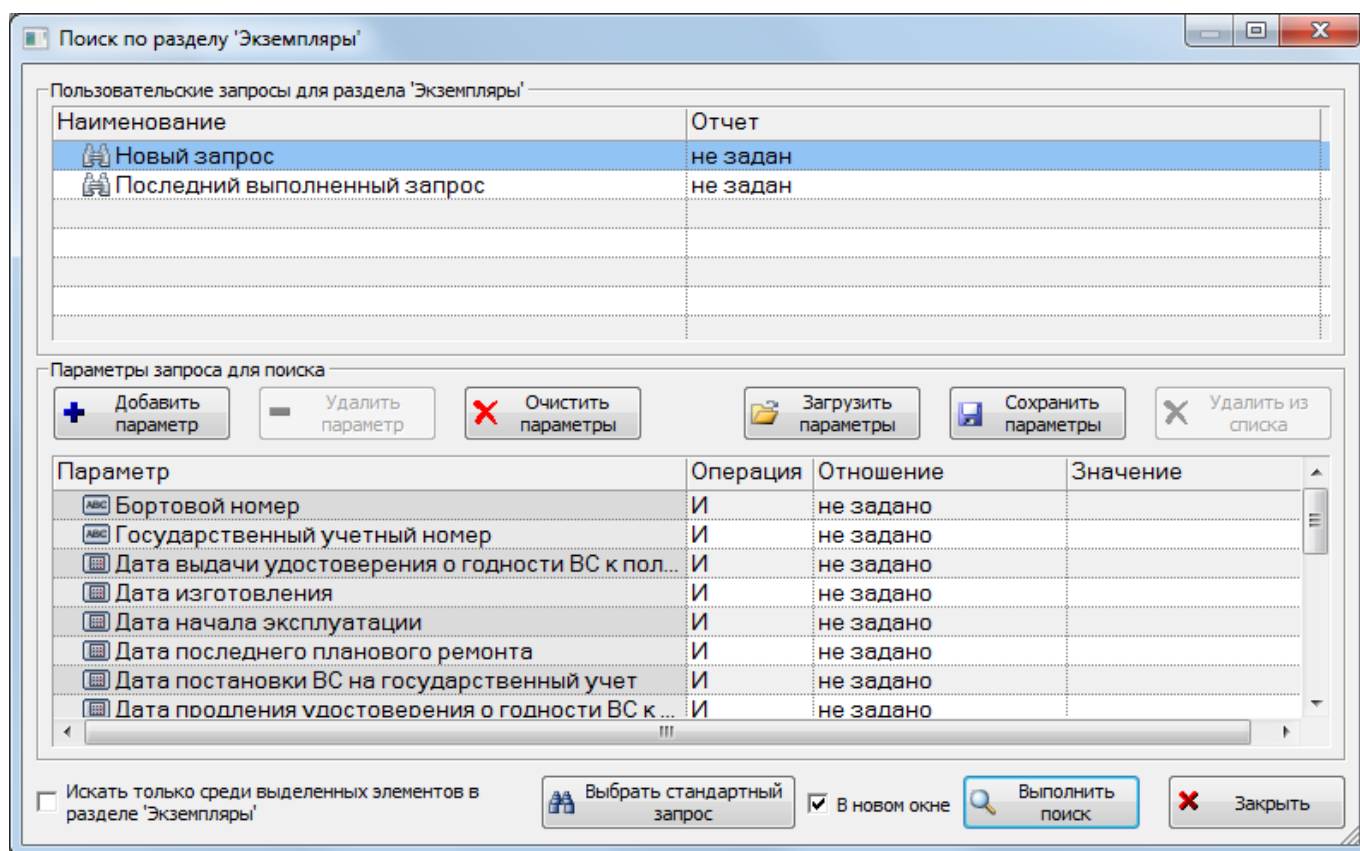

Рис. 20-48 – Окно «Поиск по разделу «Экземпляры»
- 2) Нажать кнопку «Поиск» панели «Правка». В результате откроется диалоговое окно «Поиск по разделу» с указанием названия раздела (рис. 20-48).